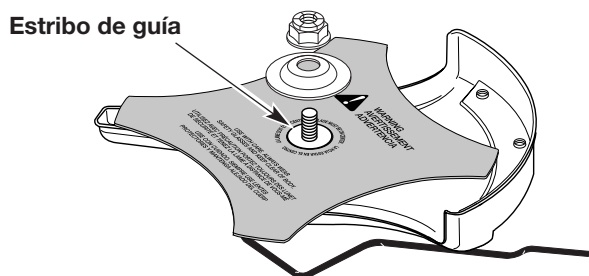

Fig. 11
- Verifique que la cuchilla de corte esté centrada en el estribo de guía y quede plana contra el buje del eje de salida (Fig. 11).